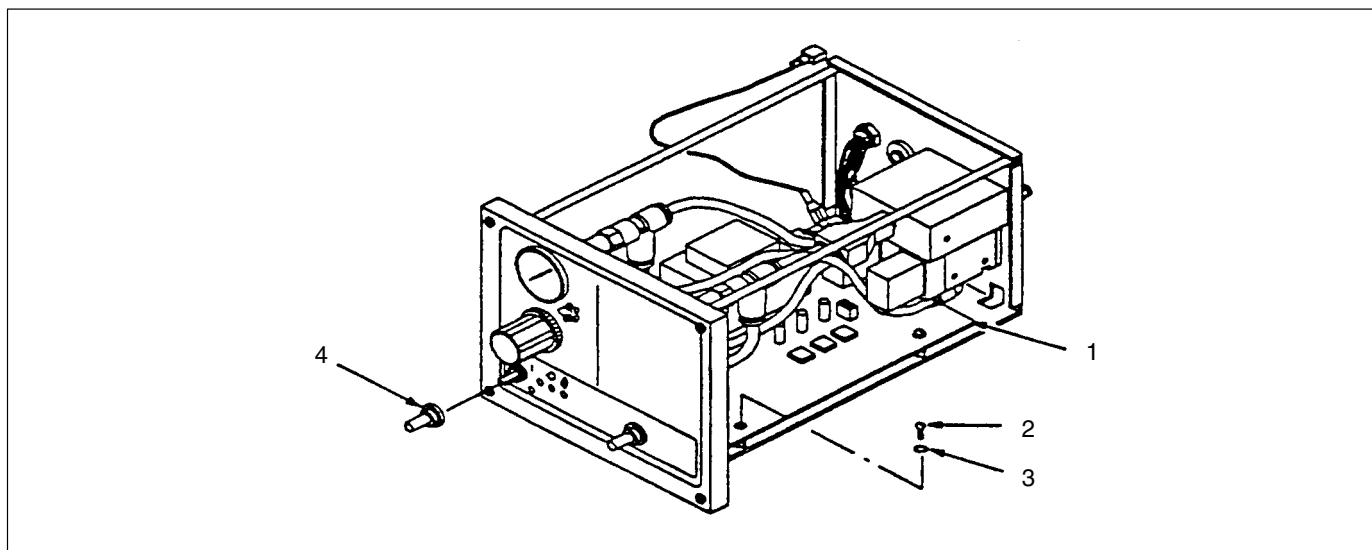

Fig. 6-5 Remplacement de la carte
2. Débrancher les connecteurs de toutes les connexions de la carte (1).
3. Cf. fig. 6-5. Retirer les caches anti-poussière (4) des interrupteurs à bascule. Mettre les caches anti-poussière de côté pour réutilisation.